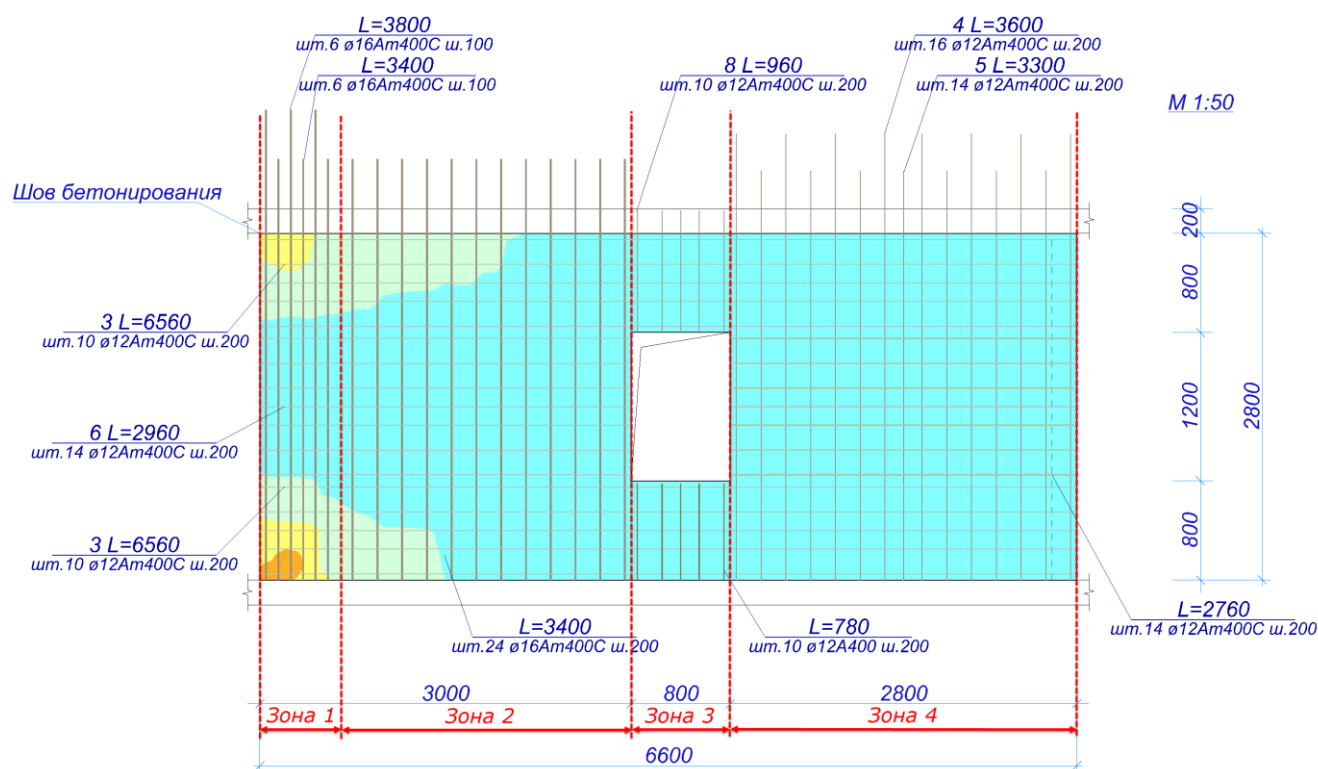

Рис.8.15. Расположение зон армирования
- Разместите границу зоны в месте, где снизу заканчивается изополе желтого цвета, соответствующее значению на шкале **Ø20ш.100** (рис.8.15 Зона 1).
- Нажмите клавишу **Enter** на клавиатуре, чтобы подтвердить ввод координаты (вводом координат с клавиатуры мы смоделировали отступ между зонами равным основному шагу стержней 200мм) (рис.8.15, зона 2).